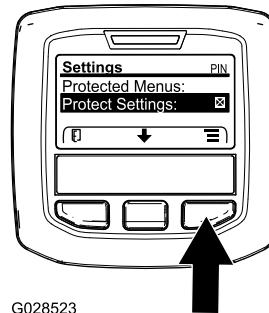

Figura 30
1. Desde el menú PRINCIPAL, utilice el botón central para desplazarse hacia abajo hasta el menú CONFIGURACIÓN y pulse el botón derecho (Figura 30).